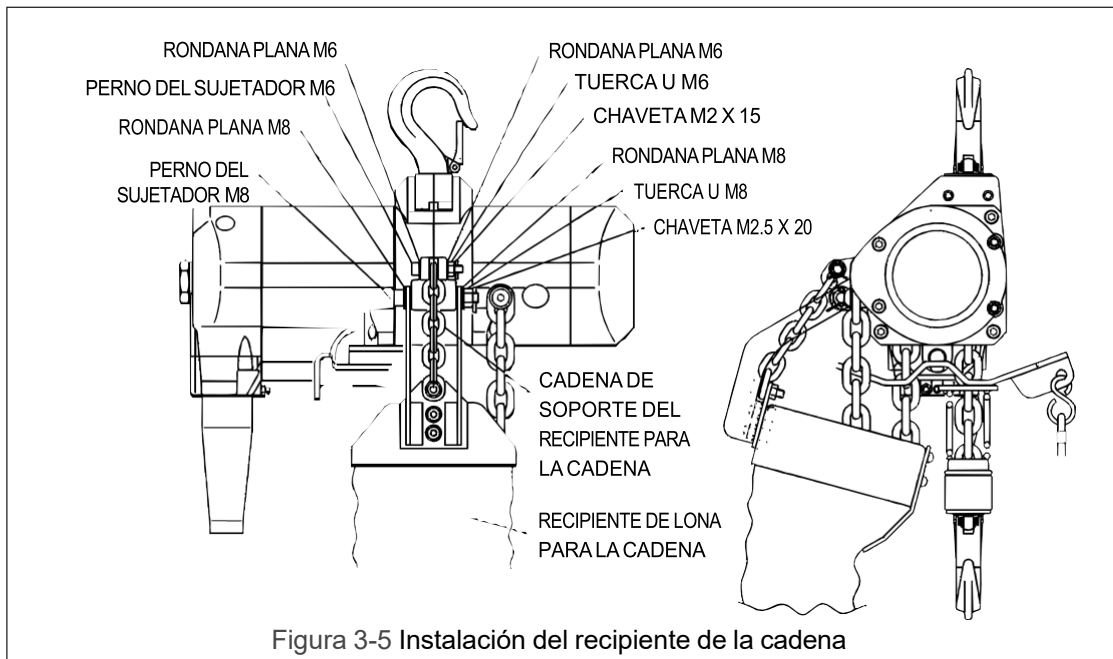

Figura 3-5 Instalación del recipiente de la cadena
3.10.1 Siga las instrucciones siguientes para instalar el contenedor de cadena opcional. Consulte la Figura 3-5.